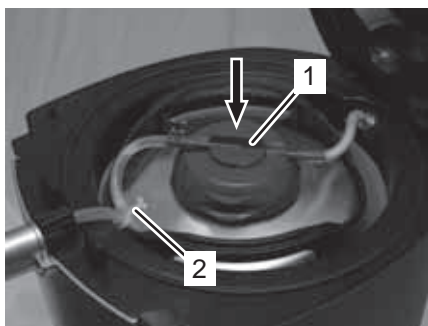

Fig. 36
14. Déplacez les pinces à tuyaux (Fig. 36/3) sur le tuyau distributeur et sur le raccordement de bière.
15. Fixez le tuyau distributeur à l'aide de la manette (Fig. 36/1).
16. Appuyez sur le bouton tournant (Fig. 36/2) d'un mouvement rapide vers le bas et réglez-le sur « Open ».